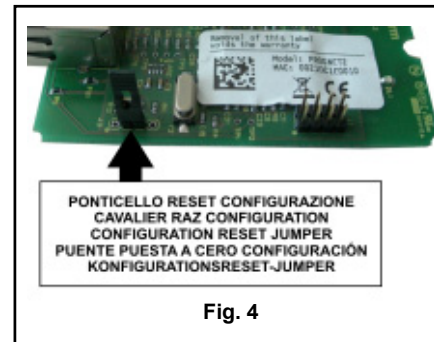

Fig. 4
- Inserire il ponticello reset configurazione (fig. 4)